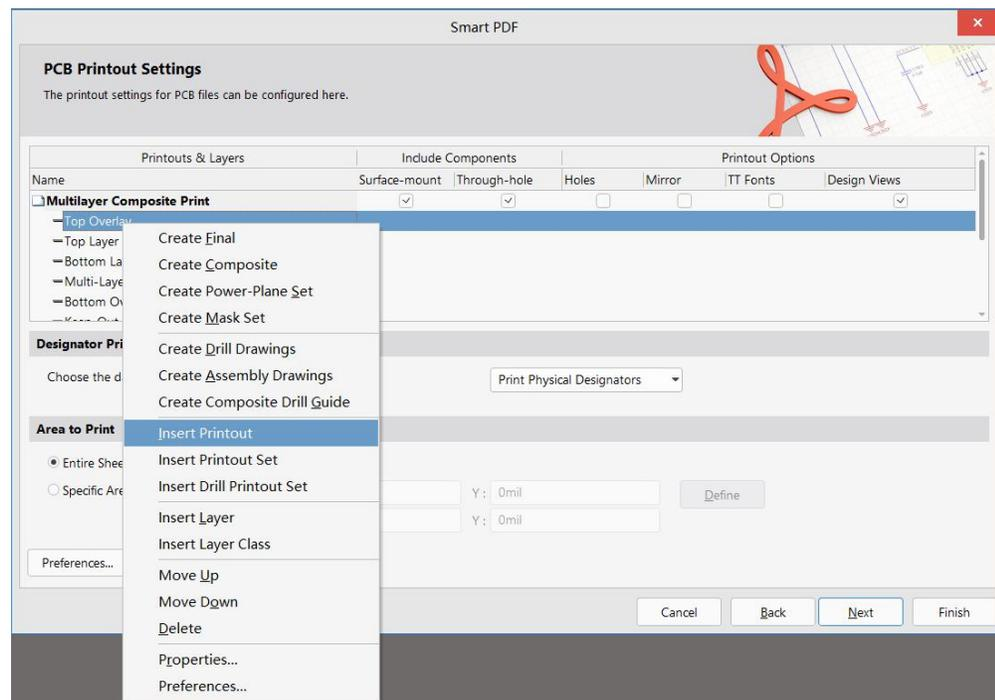

图5-3 PCB打印设置
- 4) 继续单击“下一步”按钮，进入“PCB打印设置”界面，如图5-3所示。默认的一个打印页面名称为“Multilayer Composite Print”，下面是该页面包含的PCB设计层名称列表，其中包含的设计层可以去除，也可以向页面内添加新的设计层。另外，使用右键菜单选择“Insert Printout”还可以添加新的打印页面。
③ 在如图5-3所示界面中选择PDF打印范围。**Entire Sheet:** 整个文档全部打印。**Specific Area:** 区域打印，可以自行输入打印范围的坐标，也可以单击“Define”按钮，利用鼠标指针框选需要打印的范围。